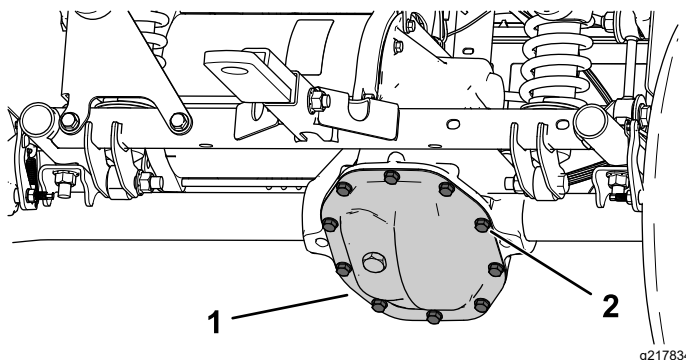

Figura 50
1. Coloque un recipiente de vaciado debajo de la cubierta del transeje (**Figura 50**).
2. Retire los pernos de la cubierta del transeje y vacíe el fluido completamente (**Figura 50**).